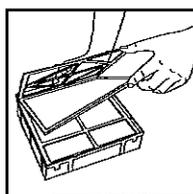

Fig. 9
- Posez le préfiltre Odor-Lock^{MC} sur le filtre permanent primaire (fig. 9). Adaptez le préfiltre permanent en place, par pression.